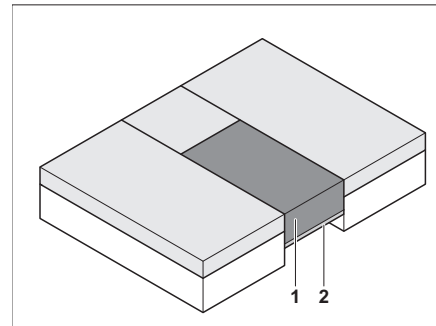

Bild 75 Nach dem Umbau
- Das Zusatzpolster (Bild 75,1) auf den ausgezogenen Lattenrost (Bild 75,2) legen.